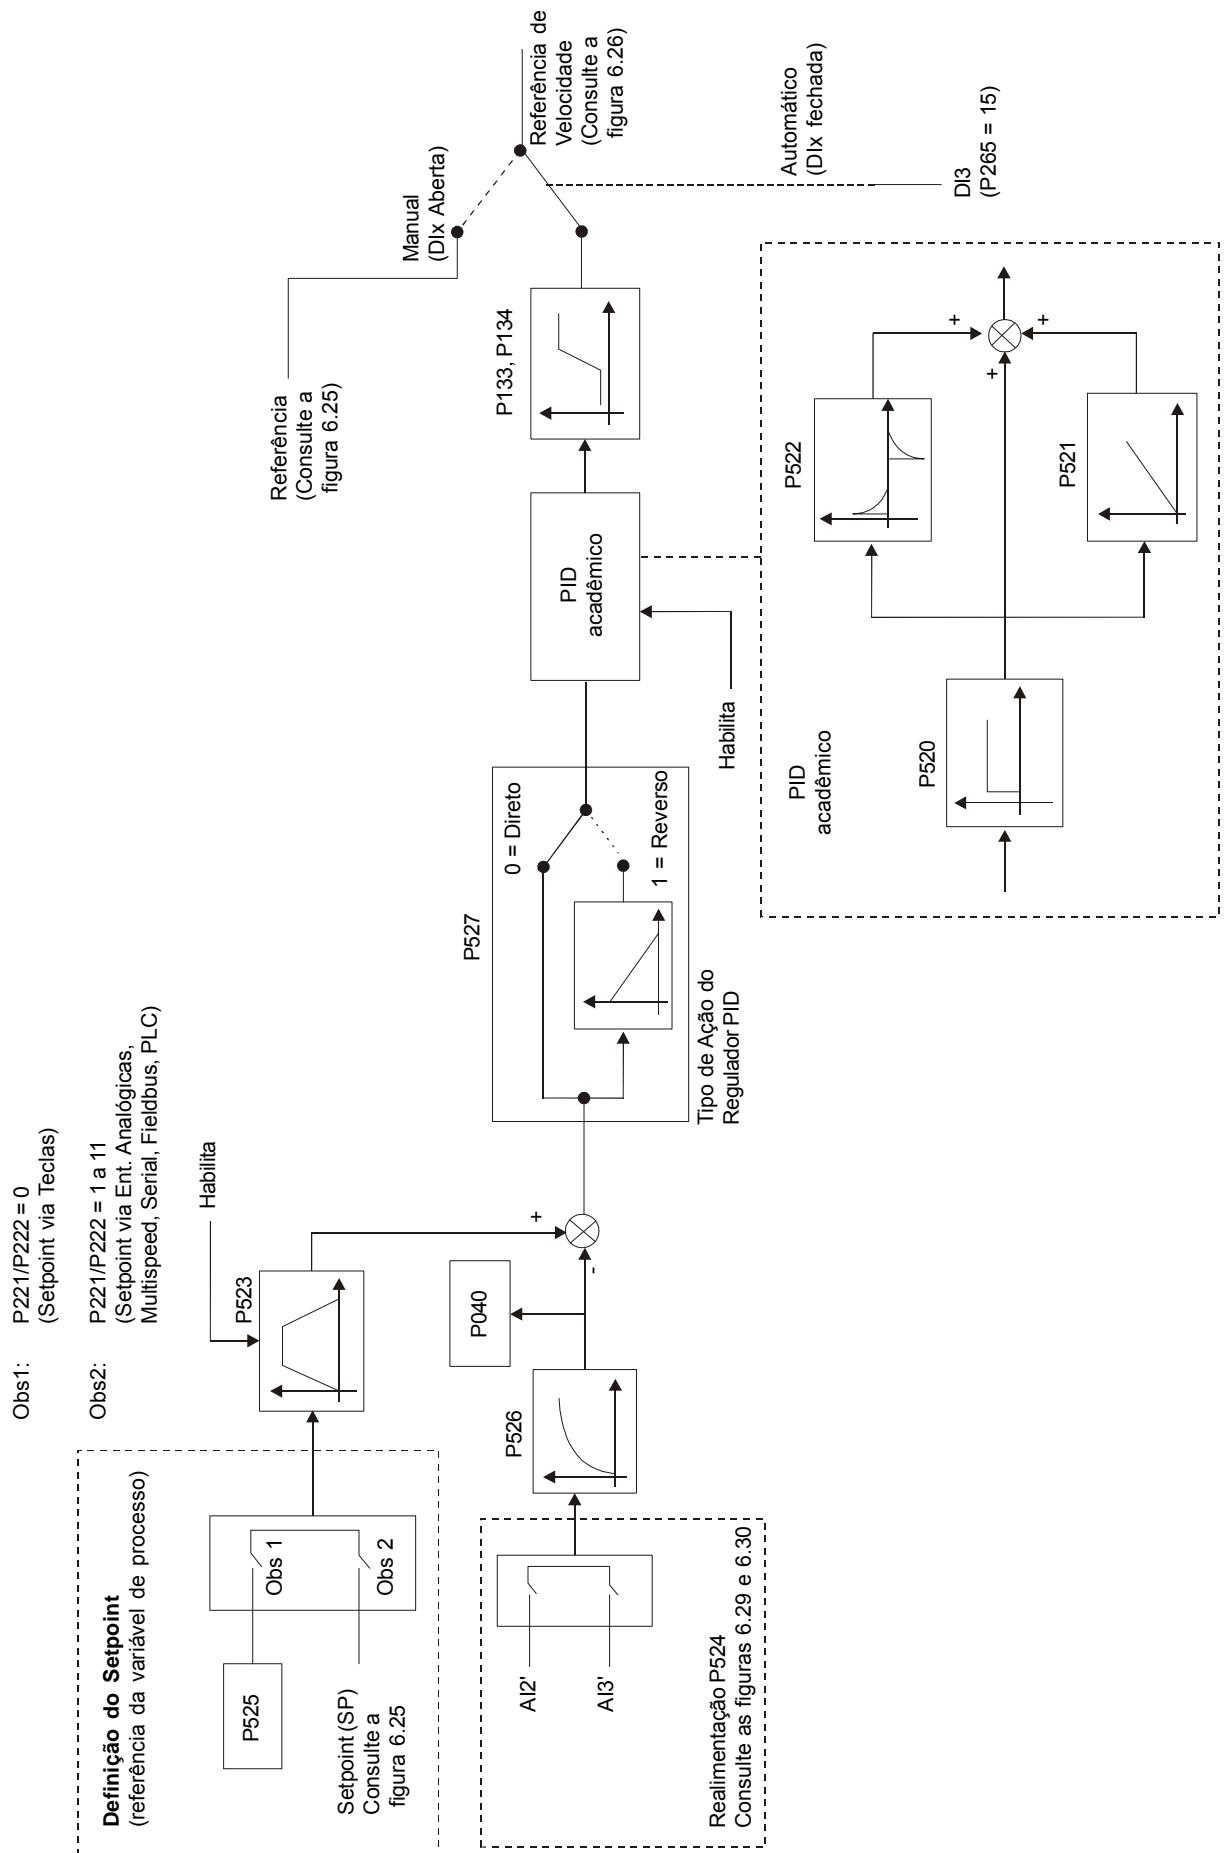

Figura 6.47 - Blocodiagrama da função Regulador PID Acadêmico
- A figura 6.47 apresenta o bloco de diagrama do regulador PID Acadêmico.